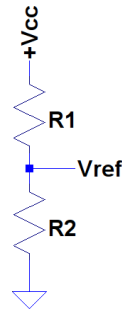

Figura 6.3: Circuito para geração da tensão de referência.
2. Faça o projeto de um divisor resistivo que gere uma tensão de referência V_{ref} de 1V a partir de uma fonte $V_{CC} = 15V$, conforme mostrado na Figura 6.3. Determine os valores dos resistores considerando que a corrente não deve ser maior do que 10mA.